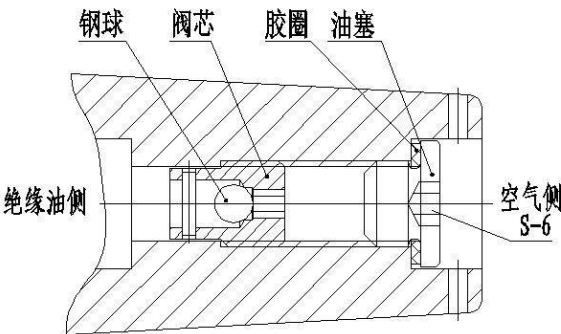
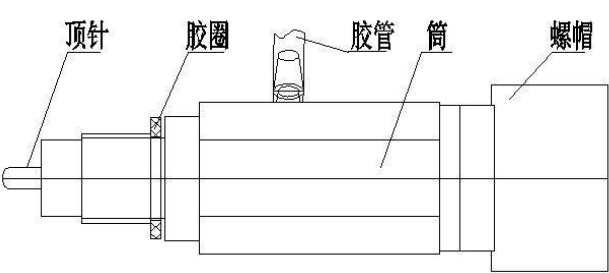

图 7 放油阀结构图
图 8 取油样工装结构图
放油阀结构见图 7，取油样工装结构见图 8。
- 2) 用 S-6 内六角扳手将图 7 所示油塞取下，严禁拆除阀芯。